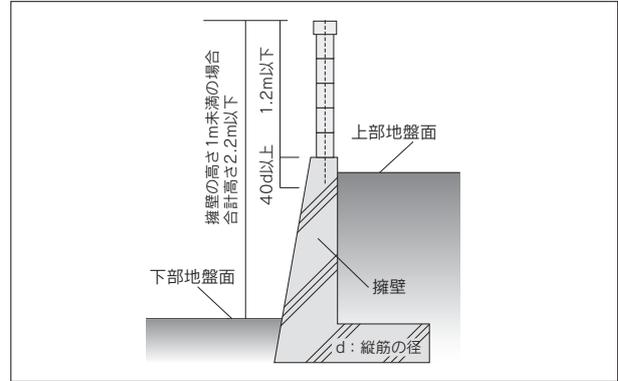

図7 擁壁の上部に塀を設ける場合の限度
- 鉄筋コンクリート造などの擁壁の上部に塀を設ける場合は、擁壁の施工と連続して行い、縦筋を擁壁に十分定着してください。高さについては図7を守ってください。